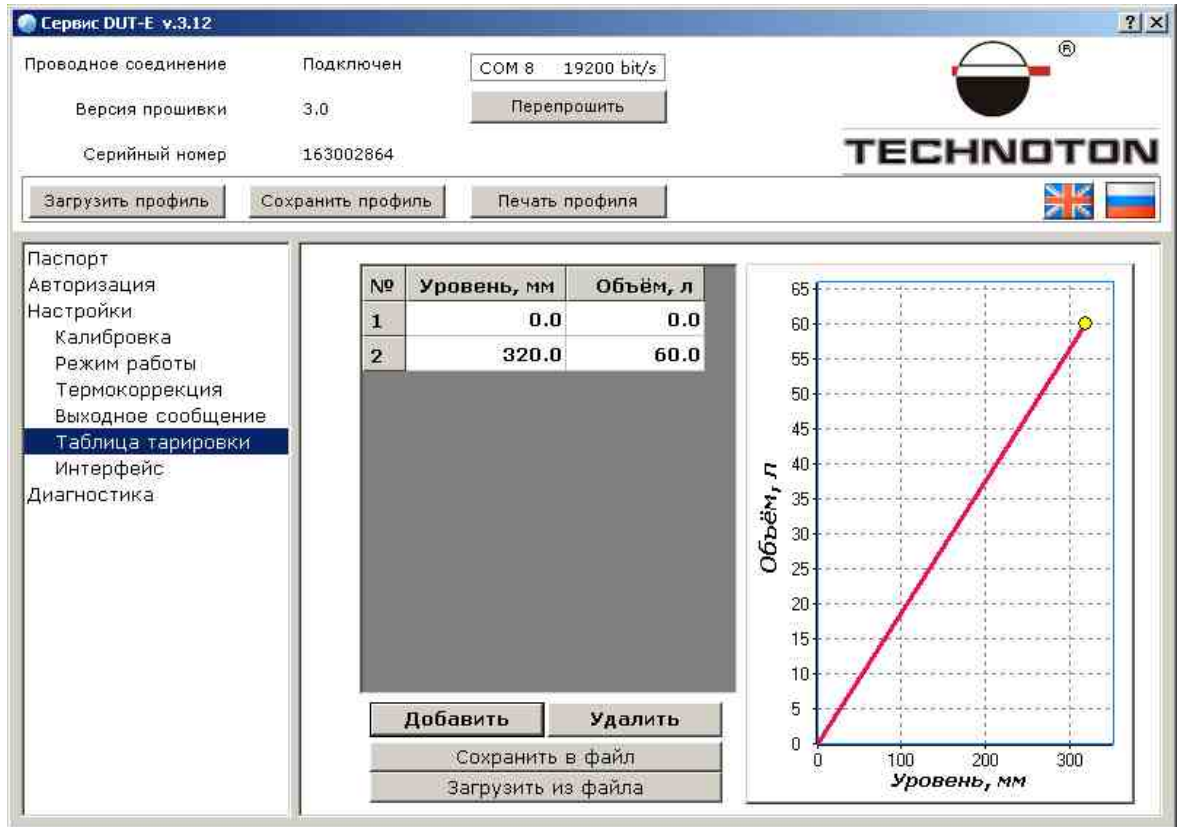

Рисунок 4
3.4. Тарировка датчика уровня топлива DUT-E 232 (Рис. 4):